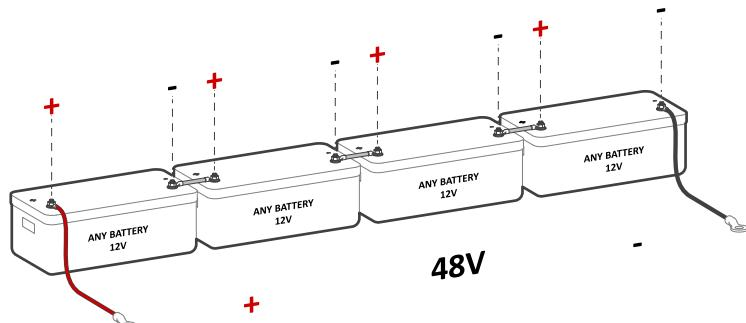

Figura 5b: Conexión de cuatro (4) baterías en serie de 12V
! El Sol-Ark 15K-2P-N es un sistema de **48Vcd nominales**. **NO** conecte el inversor a ninguna otra configuración de voltaje. Si utiliza baterías de 12V, **NO DEBE** exceder cuatro (4) baterías en serie, tal como se observa en la figura 5b. El inversor puede trabajar con cualquier tipo de baterías siempre que se mantenga dentro del rango de operación de **43V a 63V**.